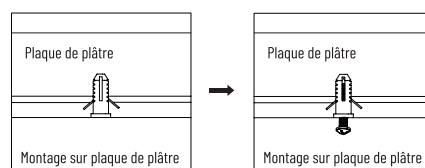

Figure 3
Si les trous de montage traversent une cloison en plaque de plâtre sans tomber sur un montant, percez quatre petits trous pilotes à l'aide d'un foret de 1/8 po (non fourni), insérez les chevilles murales (CC) à l'aide d'un marteau, puis vissez les vis à bois (BB), en laissant environ 3/8 po d'espace entre la tête de la vis et le mur. (Figure 3)